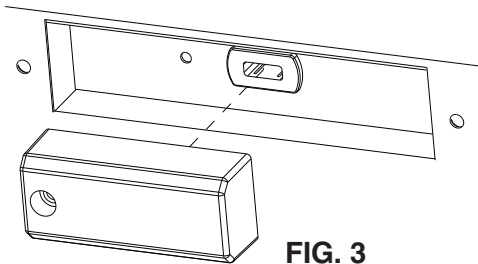

FIG. 3
3. Brancher le capteur dans le réceptacle USB-C par la connexion USB (voir Fig. 3).